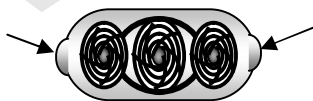

Рис. 2
- Снять верхнюю и нижнюю защитные решетки (без применения инструмента), одновременно нажав кнопки-фиксаторы рис.2.
- Снять верхнюю защитную решетку, одновременно нажав на кнопки-фиксаторы (рис.2).
- Снять нижнюю защитную решетку (без применения инструмента), одновременно нажав кнопки-фиксаторы (рис.2).